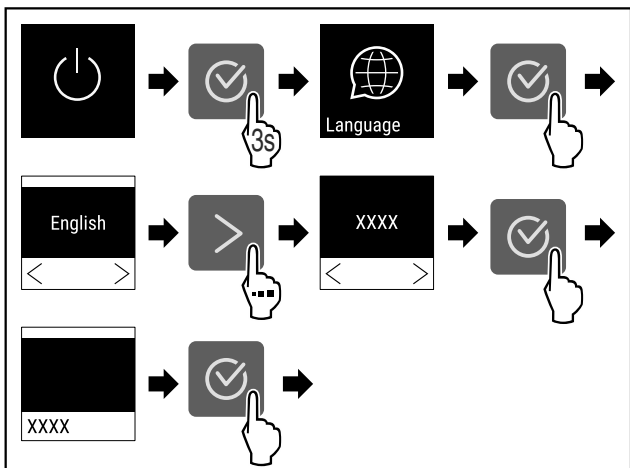

Fig. 54
- ▶ Udfør handlingstrinene (se Fig. 54).